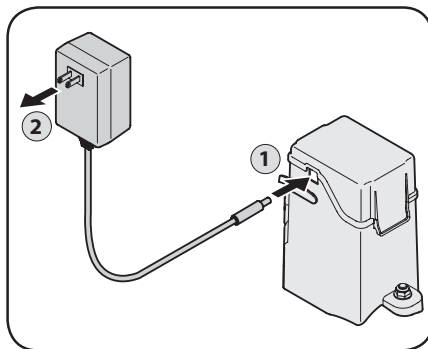

Figura 4-12
- Quite el sello de la cubierta y conecte el cargador de la batería en el orificio de entrada en el costado del alojamiento de la batería. Vea la Figura 4-12.